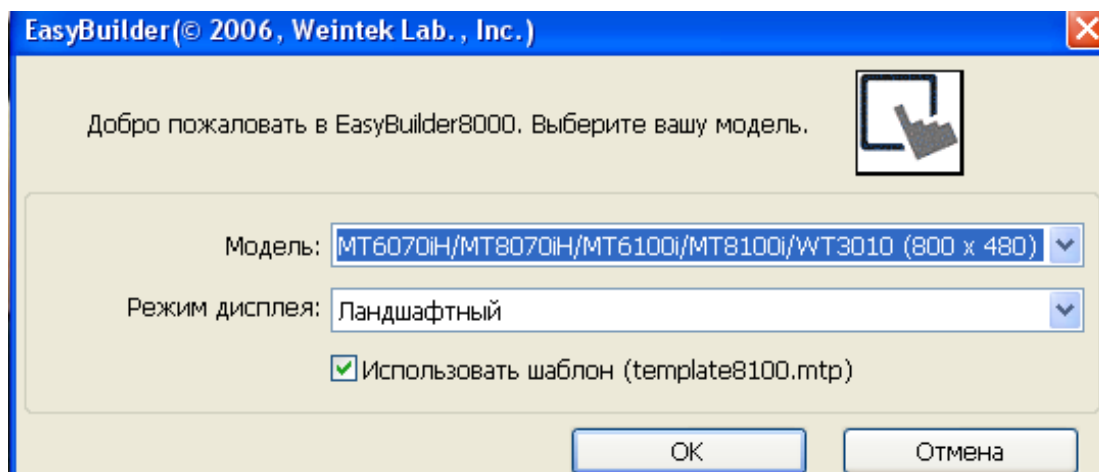

Рис. 5. Выбор режима дисплея
3.3.4. В том же окне выбрать режим дисплея – «Ландшафтный» (горизонтальная ориентация экрана), как показано на рис. 5. Нажать кнопку **ОК**.